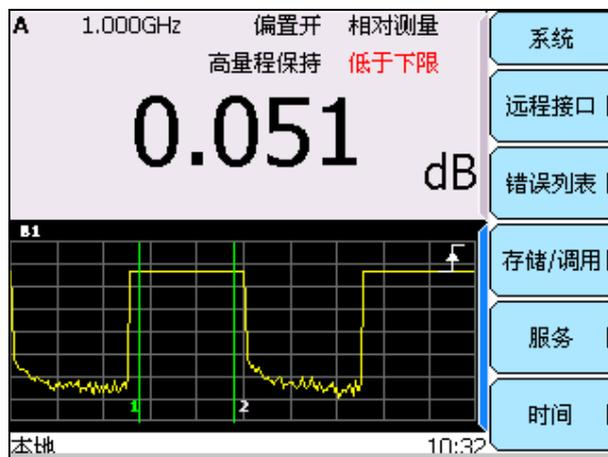

图 5-10 配置后的双通道测量
- 8) 按向下箭头按键，选择下方窗口为当前窗口；按【通道】>[通道 B]，对通道 B 进行有关测量平均、水平刻度、处置刻度、触发位置、门等的设置。如图 5-10 所示。